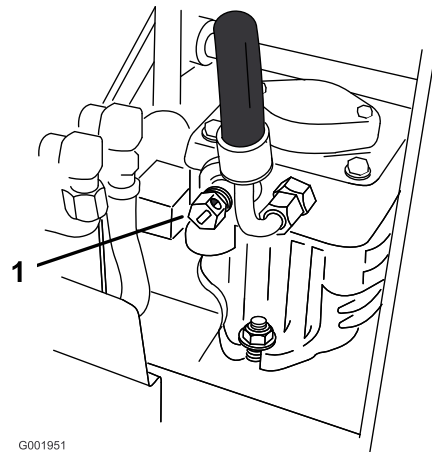

Figura 22
2. Abra las válvulas de desvío de ambas bombas girándolas 1 o 2 vueltas en el sentido contrario a las agujas del reloj. Esto permite que el aceite hidráulico se desvíe alrededor de la bomba, dejando que las ruedas giren (Figura 22).